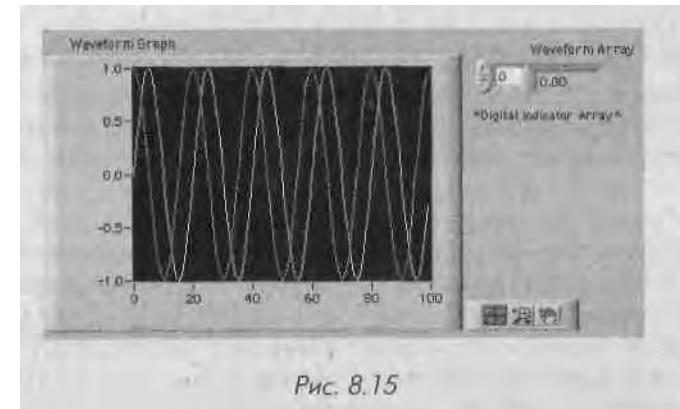

Рис. 8.15
1. Откройте новый ВП и создайте лицевую панель, как показано на рис. 8.15.